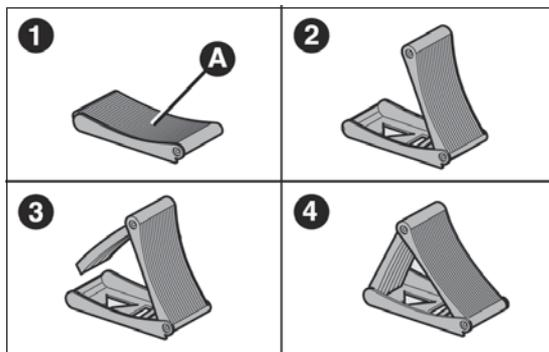

fig. 34
- extraer la cuña de bloqueo A de la bolsa de herramientas y abrirla en forma de libro de acuerdo con el esquema fig. 34;